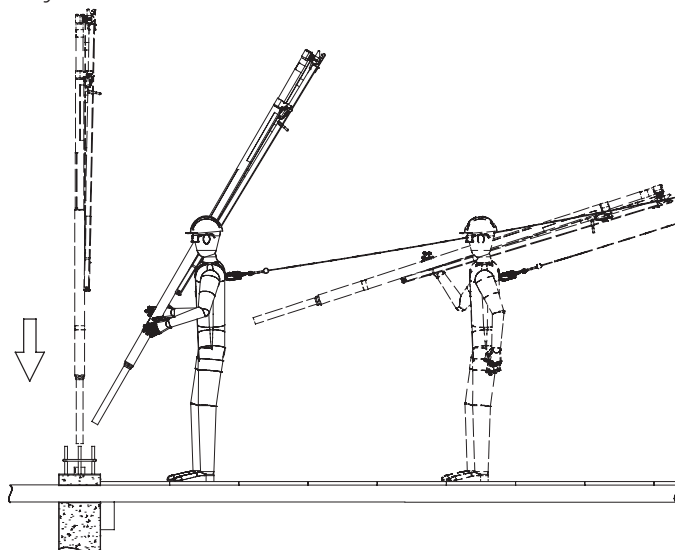

Figure 25. Déplacement de l'ancrage SkyReach à la main
1. Retirez le bouchon en plastique du socle à encastrer. Transportez l'ancrage SkyReach en position repliée jusqu'à la colonne où il doit être installé. Utilisez votre épaule pour faciliter le transfert. Voir Figure 25. Abaissez l'ancrage et insérez-le dans le socle. Assurez-vous que l'ancrage SkyReach est inséré à fond.